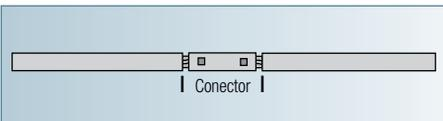

Figura 8: Detalhe do conector de compressão
- Primeiro, use conectores de compressão para unir os fios da rede com os do motor, conforme figura 8.